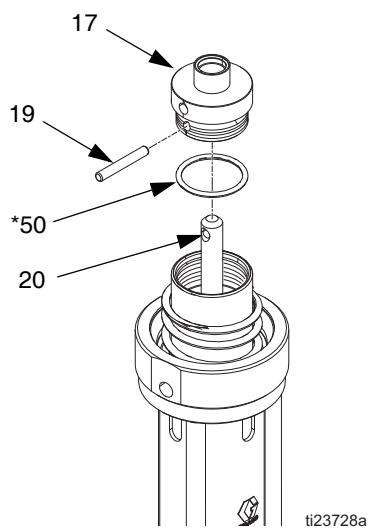

ABB. 14
- Passstift (19) entfernen und Kolbenkappe (17) von Förderwelle (20) abnehmen. O-Ring (50*) von der Kolbenkappe abnehmen. Alle Teile auf Beschädigungen untersuchen. Siehe ABB. 14.